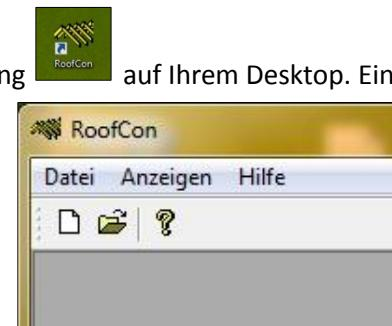

Abb. 1.3
- über **Datei > Neu ...** (Abb. 1.3) oder